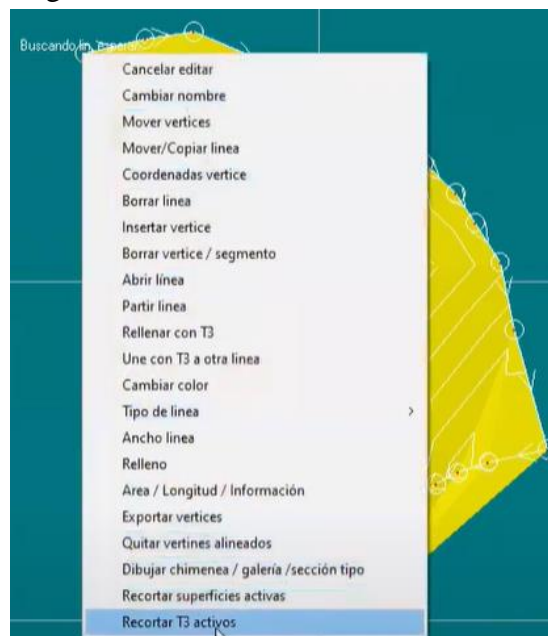

Figura 422. Recortar T3 activos.
54. Para depurar los límites del enmallado, dar clic en cualquier vértice y seleccionar la opción “Recortar T3 activos”. Figura 422.